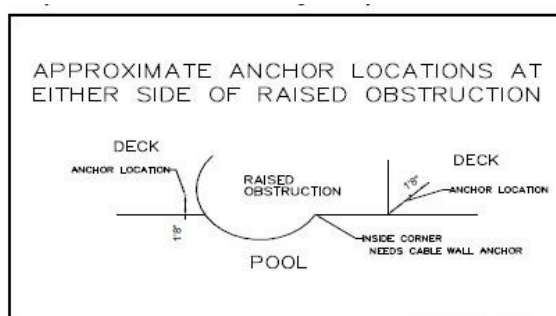

Figura 14
Step 5: Dopo aver installato il primo Wall Cable Anchor, potete procedere con le installazioni degli altri. I cavi ancora a muro non devono mai essere installati ad una distanza maggiore di 46 cm uno dall'altro. Tutti gli angoli interni devono avere un Wall Cable Anchor (vedi figura 14).
Step 2: Installare un'ancora di ottone nella zona in cemento a bordo piscina ad ogni estremità dell'ostacolo, approssimativamente a 46 cm di distanza dal bordo dell'acqua (vedi figura 14).